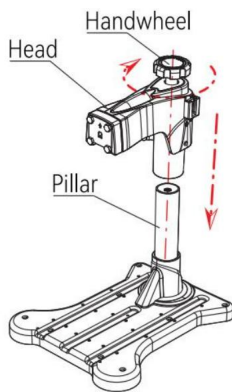

Fig 1
1. Umieść głowicę w filarze i obróć koło zamachowe 10 razy zgodnie z ruchem wskazówek zegara, co oznacza, że głowica jest zainstalowana (jak pokazano na rys. 1).